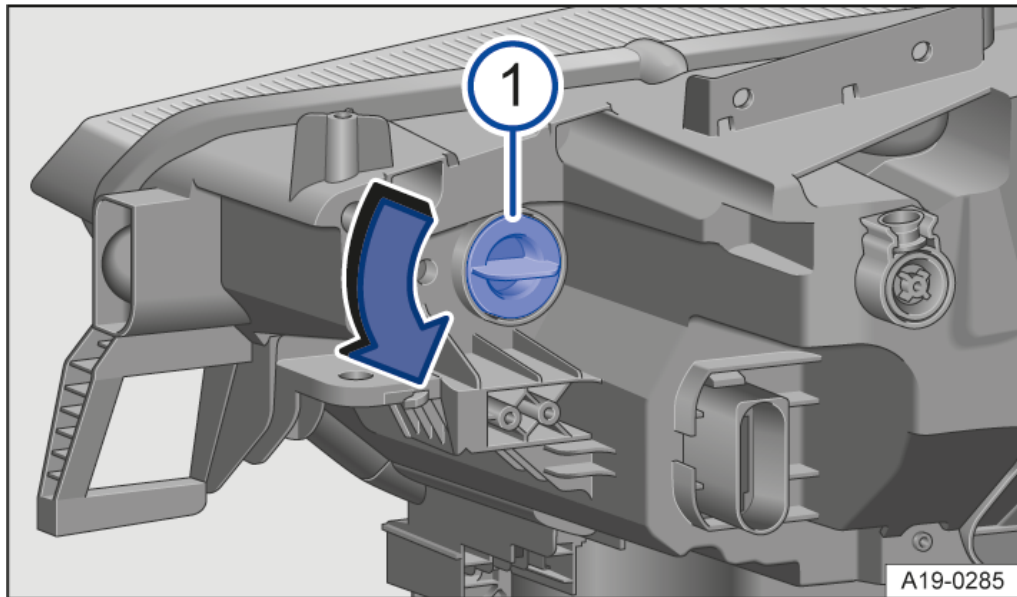

Abb. 1 Rückseite des rechten Frontscheinwerfers: Glühlampe für Blinklicht wechseln.
3. Lampenhalter → *Abb. 1* ① in Pfeilrichtung drehen und herausziehen.